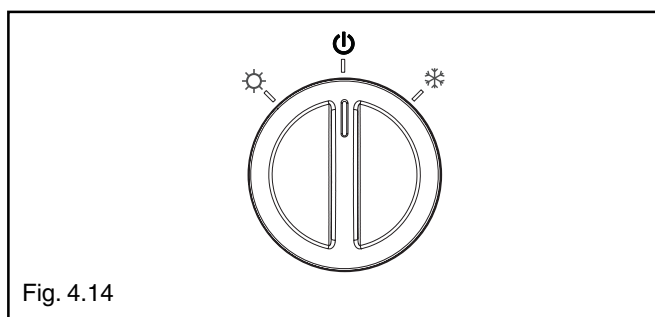

Fig. 4.14
- posizionare il selettore di funzione su "⏻" (fig. 4.14)